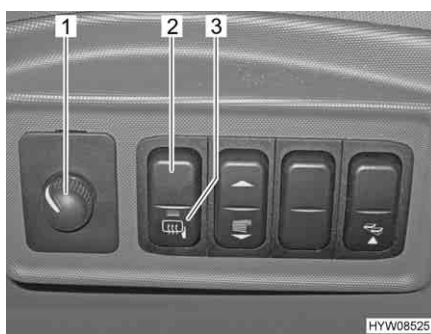

Fig. 14 Interruttore per gli specchietti esterni a regolazione elettrica
Regolazione: ■ Selezionare lo specchietto da impostare. A tal fine premere l'interruttore girevole (Fig. 14,1) verso sinistra oppure verso destra.
■ Premendo l'interruttore (Fig. 14,1) regolare lo specchietto nella posizione corrispondente.
Accensione del riscaldamento: ■ Premere l'interruttore (Fig. 14,2). La spia rossa di controllo (Fig. 14,3) nell'interruttore indica il funzionamento.